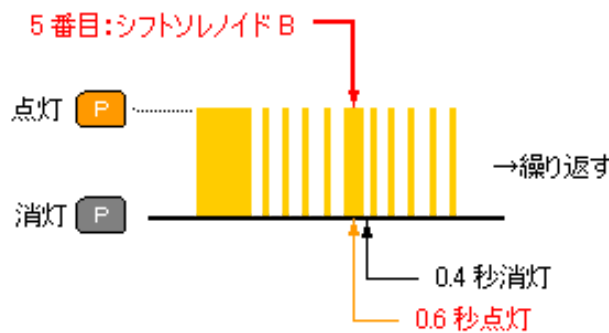

図4 シフトソレノイドBに異常がある場合の点滅パターン
2.5秒点灯した後、0.1秒点灯、0.9秒消灯の点滅が繰り返されます。点滅する回数は下表の”順序”に対応していて（例えばY31シーマの場合は10回）、故障部位に対応した順番が来たときにやや長めの0.6秒点灯、0.4秒消灯となります。例えばシフトソレノイドBに異常がある場合は、図4の点滅パターンのように5番目の点灯がやや長くなります。